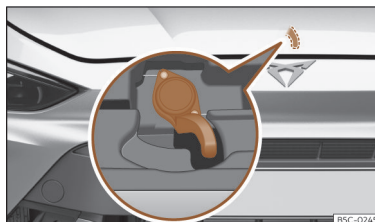

Fig. 216 Alavanca sob o capô.
• Para levantar o capô, pressione para a esquerda com a palma da mão para baixo a alavanca situada sob o capô, no centro >>> **Fig. 216 ②**. Os ganchos de fixação ficam desbloqueados.